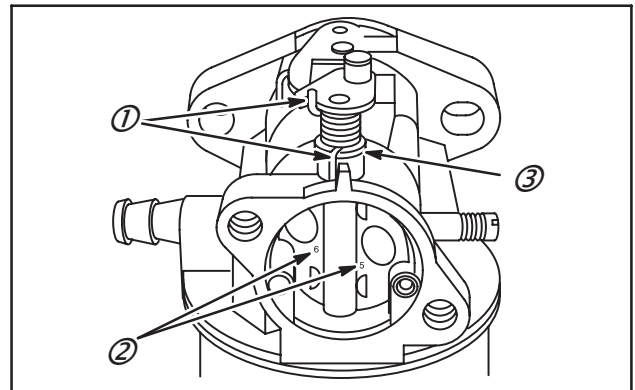

Fig. 111
1. Placer l'axe de starter, le ressort (1) et la rondelle feutre (3).
3. Insérer le volet de starter, les chiffres sont visibles quand le volet est fermé (2), Fig. 111.